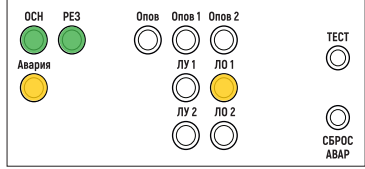

Рис. 77. Пример индикации на двухзональном БР при неисправности в линии оповещения в зоне 1
6. Подключитесь к программатору – откройте вкладку «Port Manager», выберите команду «Open» [рис. 77].